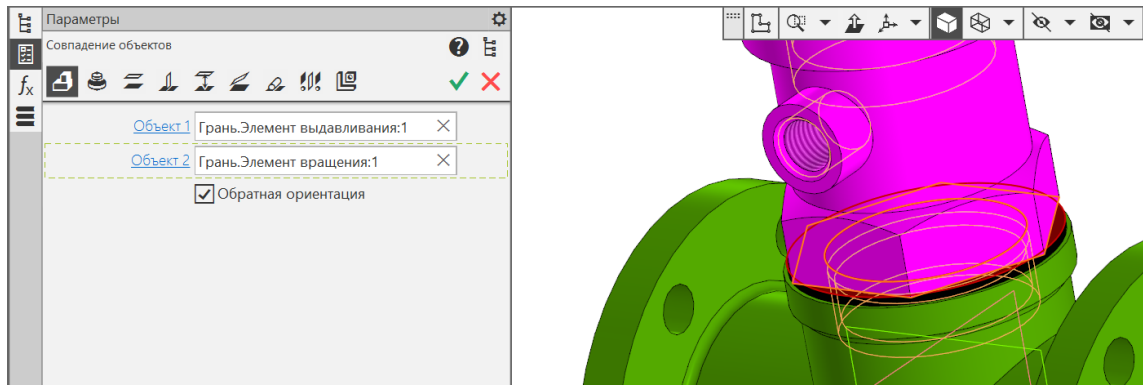

Рис. 15 Сопряжение «Совпадение объектов»
- **Сборка – Размещение компонентов – Сопряжения – Совпадение объектов** (рис. 15). Объект 1 (Прокладка) – Грань. Элемент выдавливания: 1. Объект 2 (Стакан) – Грань. Элемент вращения: 1.